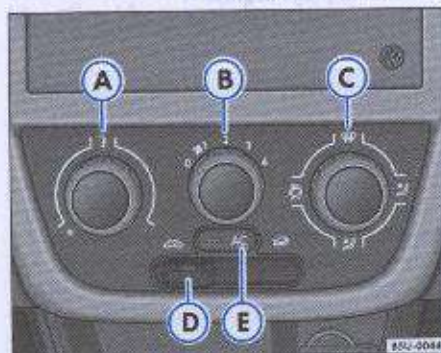

Fig. 95 Detalle en el tablero: comandos del aire acondicionado
- Gire el mando  $\Rightarrow$  fig. 95 (A) para ajustar la temperatura, (B) para ajustar las velocidades de ventilación y el mando (C) para seleccionar la distribución del aire  $\Rightarrow$  A.
- Presione la tecla  $\Rightarrow$  fig. 95 (E) para activar el aire acondicionado39). Cuando está conectado, se enciende la luz indicadora en la tecla.
- (A) Mando de temperatura  $\Rightarrow$  página 117.
- (B) Mando del ventilador. La velocidad de salida del aire puede ser regulada progresivamente en 4 posiciones. El ventilador deberá siempre girar en la velocidad más baja, acompañando el vehículo cuando éste estuviera en velocidad baja.
- (C) Mando de distribución del aire  $\Rightarrow$  página 117.
- (D) Tecla cursora – Acciona la recirculación del aire  $\Rightarrow$  página 118 o permite la entrada de aire fresco en el habitáculo.
- (E) Tecla (AC) – Accionar el aire acondicionado  $\Rightarrow$  página 117.
- Gire el mando  $\Rightarrow$  página 116, fig. 95 (A) a la derecha, hasta alcanzar la temperatura de calefacción deseada.
- Seleccione, en el mando  $\Rightarrow$  página 116, fig. 95 (B), una de las 4 velocidades.
- Seleccione la distribución del aire, a través del mando  $\Rightarrow$  página 116, fig. 95 (C):  $\text{☼}$  (para el parabrisas),  $\text{☼}$  (para el área del tórax),  $\text{☼}$  (para el área del parabrisas y de los pies) o  $\text{☼}$  (para el área de los pies).
- Presione la tecla de accionamiento del aire acondicionado  $\Rightarrow$  página 116, fig. 95 (AC) (E). La luz indicadora en la tecla se encenderá.
- Gire el mando  $\Rightarrow$  página 116, fig. 95 (A) a la izquierda, hasta alcanzar la temperatura de refrigeración deseada.
- Cuando el mando  $\Rightarrow$  página 116, fig. 95 (C) está en la posición  $\text{☼}$ , tendrá que haber, por lo menos, un difusor abierto en el tablero de instrumentos, para no congelar el sistema de refrigeración.
En el modo de recirculación del aire ⇒ página 116, fig. 95, se evita la entrada de olores fuertes en el habitáculo, como los encontrados, por ejemplo, en la travesía de un túnel o en un atasco.